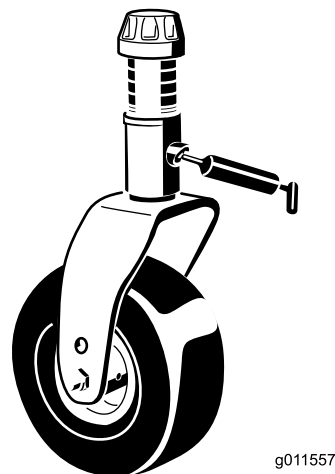

Figura 21
Eje de la rueda giratoria (2) (Figura 21)